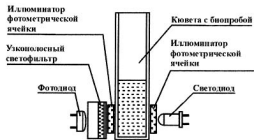

Рис. 2. Размещение оптических элементов измерительного канала
4.2.1. Оптический блок прибора (рисунок 2).